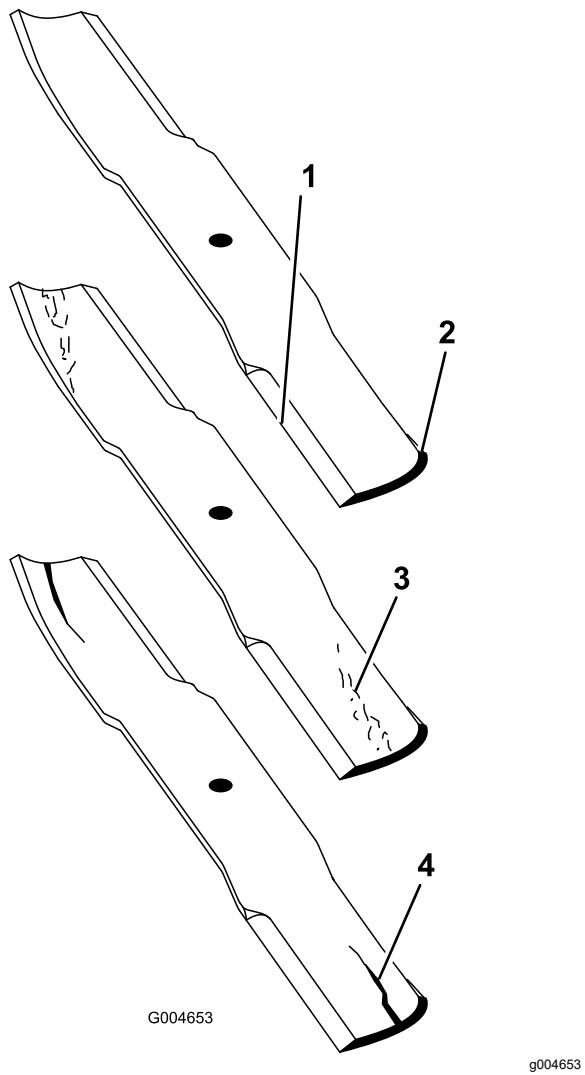

Bild 131
2. Prüfen Sie die Schnittkanten des Messers sorgfältig, insbesondere dort, wo die geraden Flächen die gebogenen berühren (Bild 131).
**Hinweis:** Da Sand und anderes reibendes Material das Metall abschleifen kann, das die flachen mit den gebogenen Teilen verbindet, müssen Sie das Messer vor jedem Einsatz des Rasenmähers prüfen. Wenn Sie Abnutzungen feststellen (Bild 131), sollten Sie das Messer auswechseln.